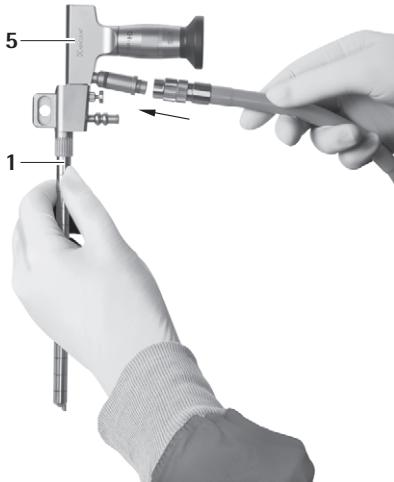

Fig. 3
- Tilslutning af lyskabel og kamera, se Fig. 3–5.